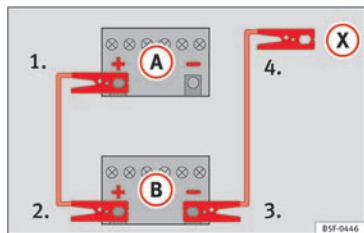

Fig. 79 Schema elettrico per i veicoli non dotati di sistema Start/Stop.
2. Collegare un'estremità del cavo di emergenza rosso al polo positivo (+) del veicolo con la batteria scarica (A) » **fig. 79**.
3. Collegare l'altra estremità del cavo di emergenza rosso al polo positivo (+) della batteria che fornisce la corrente (B).
- 4a. *Nei veicoli senza sistema Start/Stop:* collegare un'estremità del cavo nero di emergenza al polo negativo (-) del veicolo che eroga la corrente (B) » **fig. 79**.
- 4b. *Nei veicoli con sistema Start/Stop:* collegare un'estremità del cavo nero di emergenza (X) a un terminale di massa idoneo, a un elemento metallico massiccio